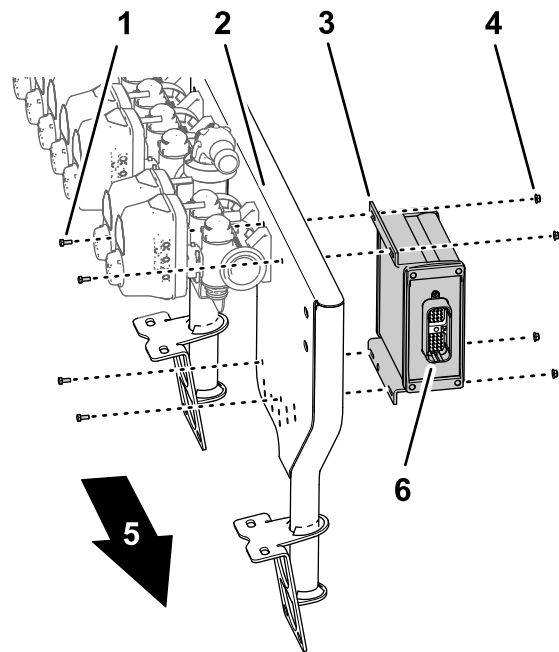

Figure 60
1. Placez le contrôleur du pulvérisateur devant le côté avant du support de vannes en orientant le connecteur à 40 broches vers l'extérieur (Figure 60).
2. Fixez le contrôleur au support de vannes (Figure 60) à l'aide des 4 boulons (4 x 10 mm) et des 4 contre-écrous à embase (4 mm).